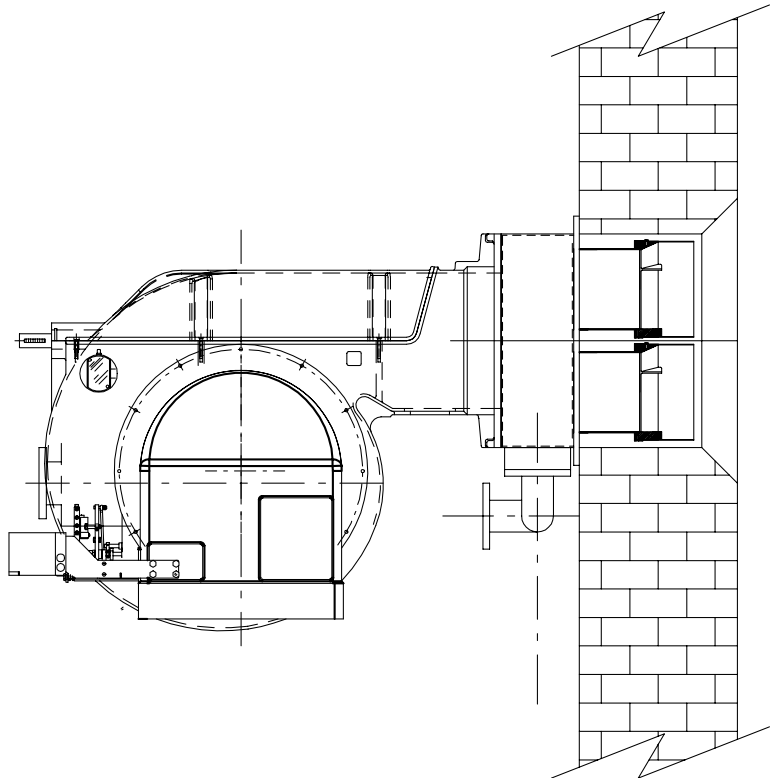

Рис. 2
- 4). закрепить ее с помощью гаек к крепежным винтам котла, согласно схеме на Рис. 2.